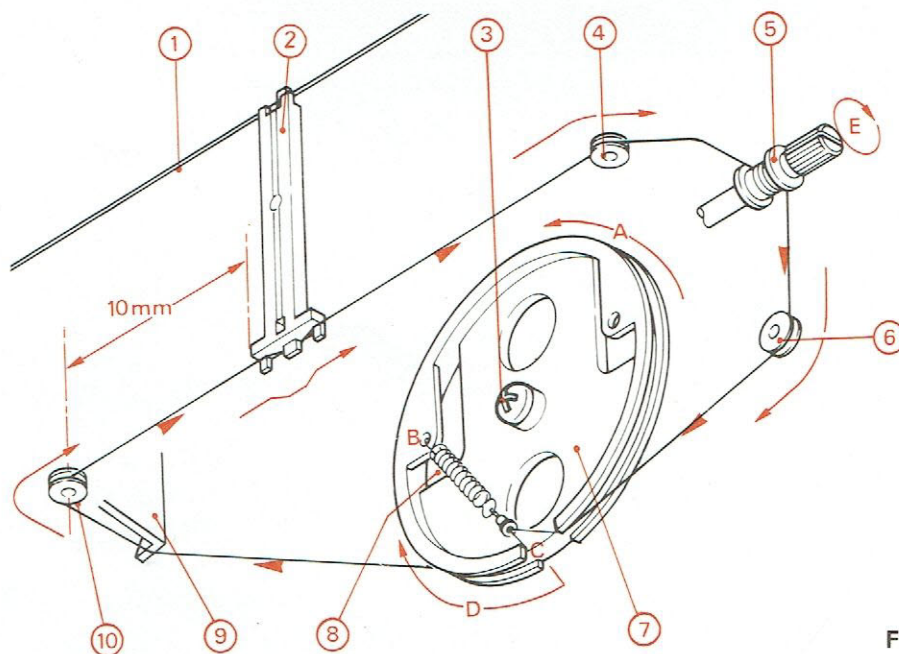

Fig. 3
- 5° - Dévisser et enlever la vis (3), déposer la poulie du condensateur variable (7) (Fig. 3).
G – REMPLACEMENT DU CORDONNET D'ENTRAINEMENT (Fig. 3)
- 2° - Tourner la poulie (7) du condensateur variable jusqu'en butée dans le sens de la flèche A.
- 4° - Nouer les deux extrémités du cordonnet au ressort (8).
- 5° - Fixer l'extrémité libre du ressort dans le trou B de la poulie (7).
- 6° - Passer un brin du cordonnet dans l'encoche C de la poulie (7) puis effectuer un tour complet dans le sens de la flèche D.
- 7° - Passer sur le guide (9), sur les poulies (10) et (4), effectuer 3 tours sur l'axe (5) dans le sens de la flèche E, passer sur la poulie (6) puis terminer en passant dans l'encoche C de la poulie (7).
- 8° - Placer l'aiguille (2) comme indiqué sur la (Fig. 3) puis l'introduire dans le guide nylon (1).
- 9° - Sceller l'aiguille (2) sur le cordonnet à l'aide d'une goutte de vernis.